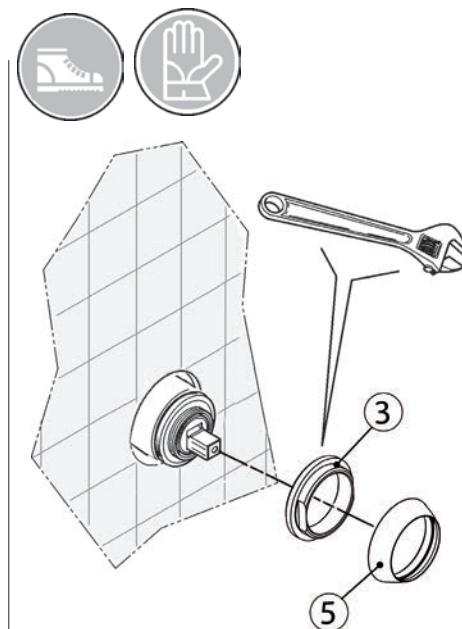
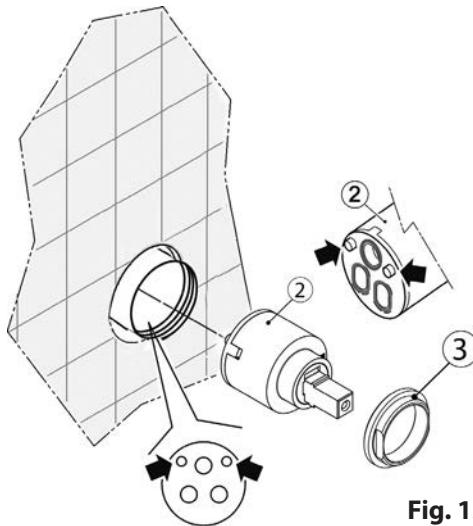

Fig. 12
Fig. 13
- Togliere anche il rosone di copertura (4) per evitare inutili graffi durante il lavoro; svitare il coprighiera (5) e la ghiera (3). (Fig.12)
- È consigliabile proteggere il contatto tra la chiave operatrice con la ghiera (4) e il coprighiera (5).
- Sfilare la cartuccia miscelatore (2) e togliere eventuali residui o incrostazioni formatisi nel proprio alloggiamento; (Fig.13)
- Inserire la nuova cartuccia miscelatore (2) prestando molta attenzione ai pioli sporgenti dalla sua base, essi devono entrare nelle proprie sedi. Avvitare la ghiera (3) e serrare.
- Remove the wall trim (4) to avoid scratching when at work; unscrew the lock nut cover (5) and the lock nut (3). (Fig.12)
- It is advised that the contact between the wrench, the lock nut (3) and lock nut cover (5) be protected when fastening and locking into place.
- Remove the mixer cartridge (2) and remove any residue or deposits that have formed in the seat.
- Insert the new cartridge mixer (2). Be sure that the studs at its base are lodged into their seats.
- Screw in the lock nut (3) and lock into place.